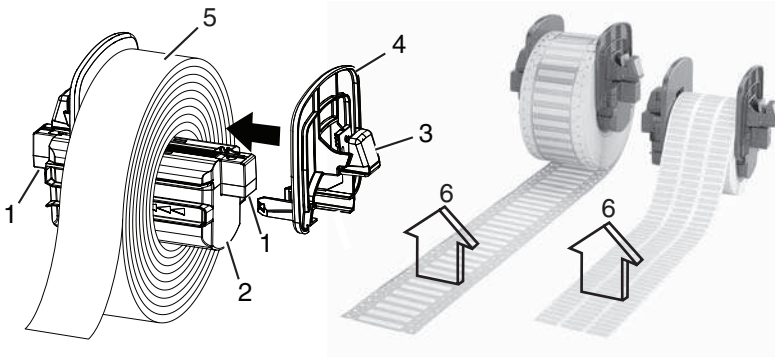

Bild 20, Rollenaufnahme
2. Heben Sie die Rollenaufnahme (**Bild 20, 2**) aus dem Rahmen und entnehmen Sie sie aus dem Drucker.
Unter den seitlichen Laschen der Rollenaufnahme befinden sich beidseitig elektrische Kontakte (Bild 20, 1). Vermeiden Sie die Beschädigung dieser Kontakte, da der Brady IP-Drucker sonst die Fähigkeit zum Lesen der Materialkennung für die Etiketten verliert.
- Halten Sie den grünen Knopf (**Bild 20, 3**) an der Rollenaufnahme gedrückt und ziehen Sie das Endstück (**Bild 20, 4**) ab.
- Schieben Sie die Brady-Materialrolle auf die Rollenaufnahme. Achten Sie darauf, dass die Etiketten auf dem abgerollten Streifen nach oben zum Druckkopf (**Bild 20, 6**) zeigen. Setzen Sie das Endstück (**Bild 20, 4**) wieder auf und zentrieren Sie dadurch die Rolle auf der Aufnahme.
- Setzen Sie die Rollenaufnahme wieder in die Nuten des Rahmens ein. Achten Sie darauf, dass die elektrischen Kontakte (**Bild 20, 1**) unter den seitlichen Laschen der Rollenaufnahme sicher im Rahmen sitzen, so dass der Drucker die Materialkennung korrekt lesen kann.